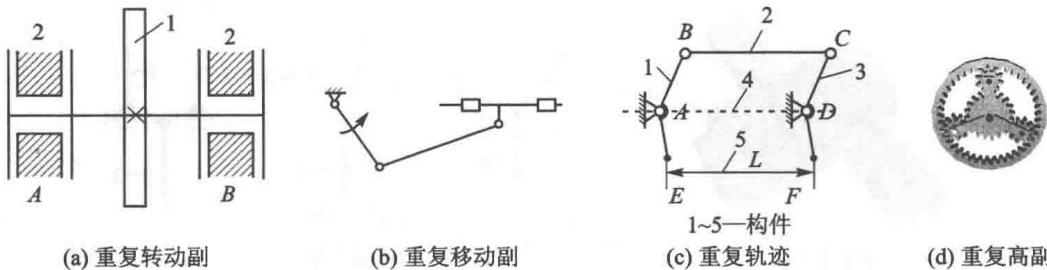

图 1-7 平面机构中虚约束的 4 种情况
① 重复转动副。当两构件组成几个动转副,其轴线相互重合时,只有一个转动副起约束作用,其他处为虚约束,如图 1-7(a)所示。
② 重复移动副。当两构件组成几个移动副,其导路互相平行时,只有一个移动副起约束作用,其他处为虚约束,如图 1-7(b)所示。
③ 重复轨迹。在机构运动的过程中,若两构件两点间的距离始终保持不变,则当用构件将此两点相联时构成虚约束,如图 1-7(c)所示。
④ 重复高副。机构中对传递运动不起独立作用的对称部分(指高副)则为虚约束,如图 1-7(d)所示。